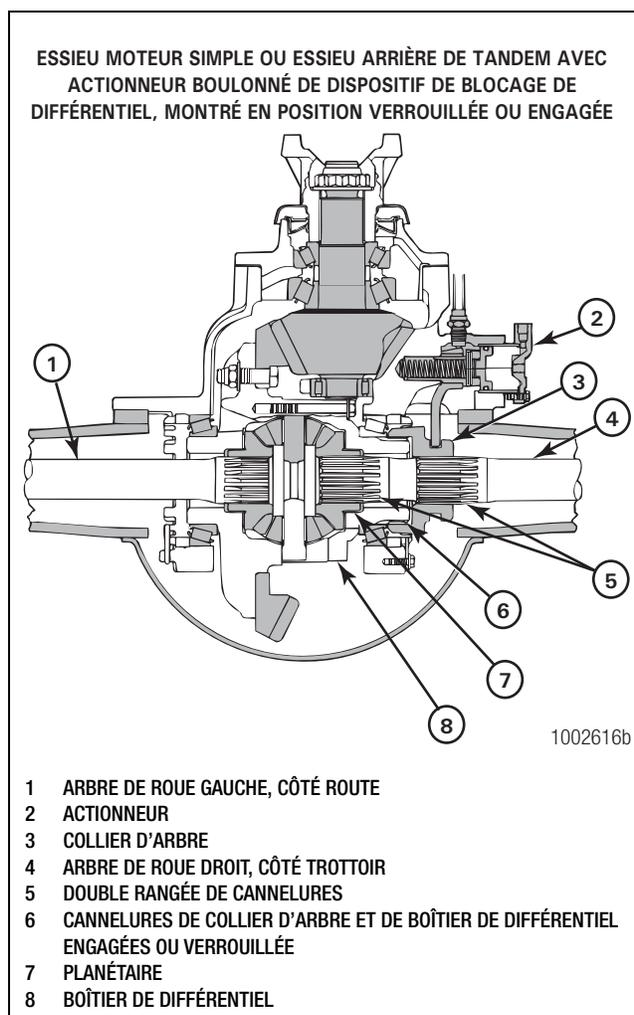

Figure 11.10
5. Installer le ou les arbres de roue indiqués dans le Tableau AM. Les arbres de roue d'un essieu avec DCDL possèdent deux rangées de cannelures qui s'engagent avec celles du planétaire et du collier d'arbre du boîtier de différentiel. Figure 11.10. Passer à l'étape 6.